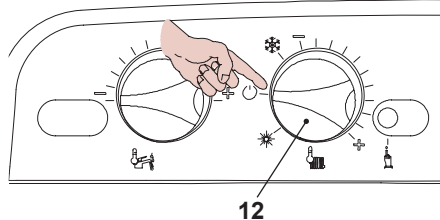

Fig. 9.18
- Per uscire dalla programmazione posizionare il selettore 12 come indicato in Fig. 9.18.